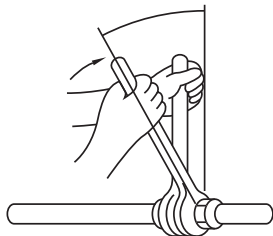

Fig. 5-9
- Kältemittelöl dünn auf der Sitzfläche des Rohrs auftragen. (Fig. 5-9)